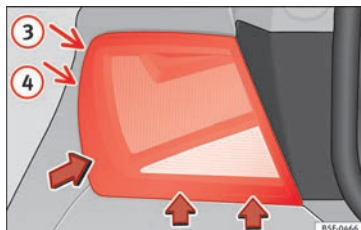

Abb. 218 Ausbau der Heckleuchte im Seitenteil
- Bewegen Sie die Leuchte in Richtung der Pfeile hin und her, bis sie sich aus der Aufnahme löst (Positionen (3) und (4)) » **Abb. 218**.